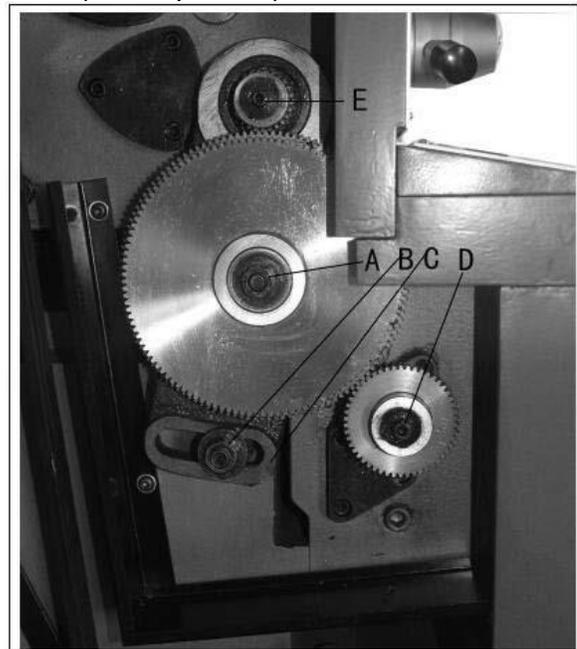
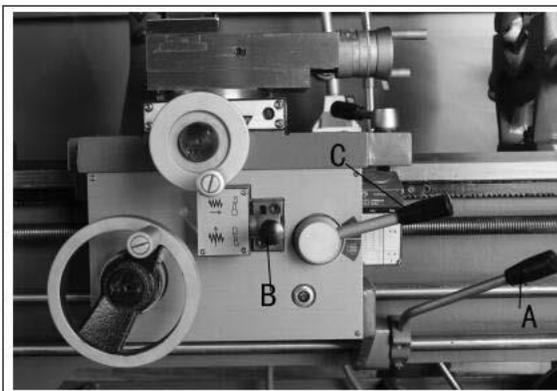

Рисунок 19
Рисунок 20
Ослабьте гайки (А&В, рис. 19).
Сдвиньте раму (С, рис. 19) и временно удерживайте на месте путем затягивания гайки (В, Рис. 19).
Снимите винты с шестигранной головкой (D и / или E, рис.19), в зависимости от того, какая передача должна быть изменена.
Ослабьте гайку (В, рис. 19), сдвиньте раму назад, чтобы произошло сцепление зубцов на зубчатых передачах, и затяните гайки (А и В, рис. 19).
Переведите переключатель прямого / обратного хода (А, рис.20) в верхнее или нижнее положение в зависимости от нужного направления.
Нажмите рычаг (В, рис.20) влево и вниз, чтобы включить поперечный суппорт.
Установите рукоятку вперед / назад (А, рис.20) вверх или вниз в зависимости от желаемого направления.
**Примечание:** Для резьбы рукоятка (D) будет установлен на «С» или «Е», в зависимости от требуемой резьбы. Поверните рукоятку (В, рис. 19) вправо. Поверните рукоятку маточной гайки (С, рис.20).